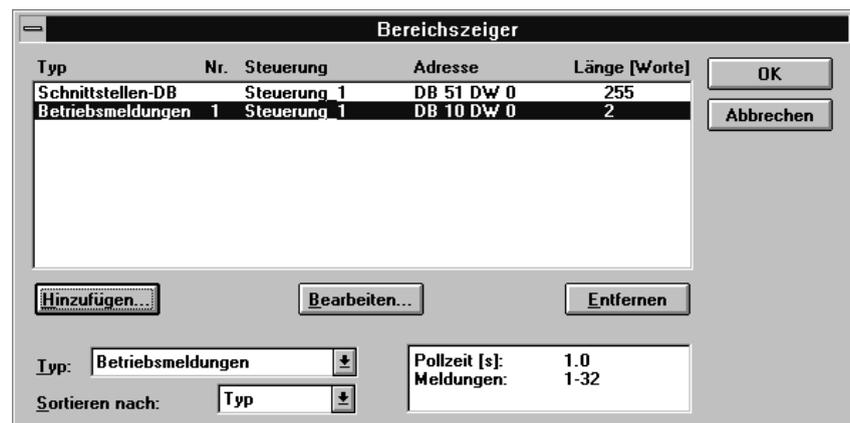

Bild 8-4 Dialogbox Bereichszeiger
1. Wählen Sie den Menüpunkt *Zielsystem* → *Bereichszeiger* an, um den Betriebsmeldebereich einzurichten. Die Dialogbox *Bereichszeiger* wird geöffnet (Bild 8-4).